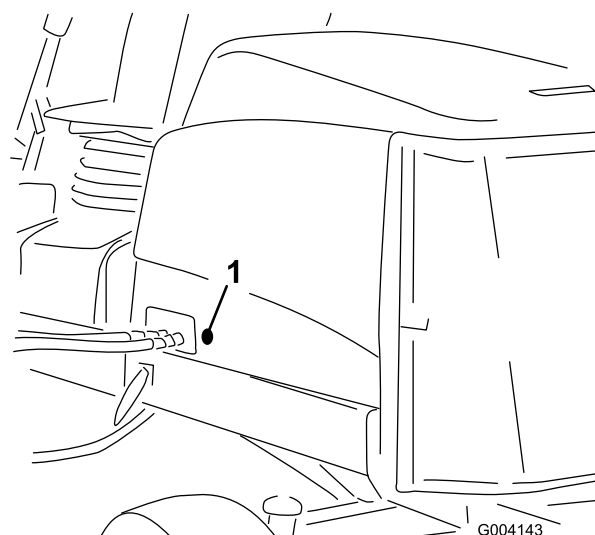

図 5
2. フードの左側についているゴム製のハトメを取り外す（図 5）。